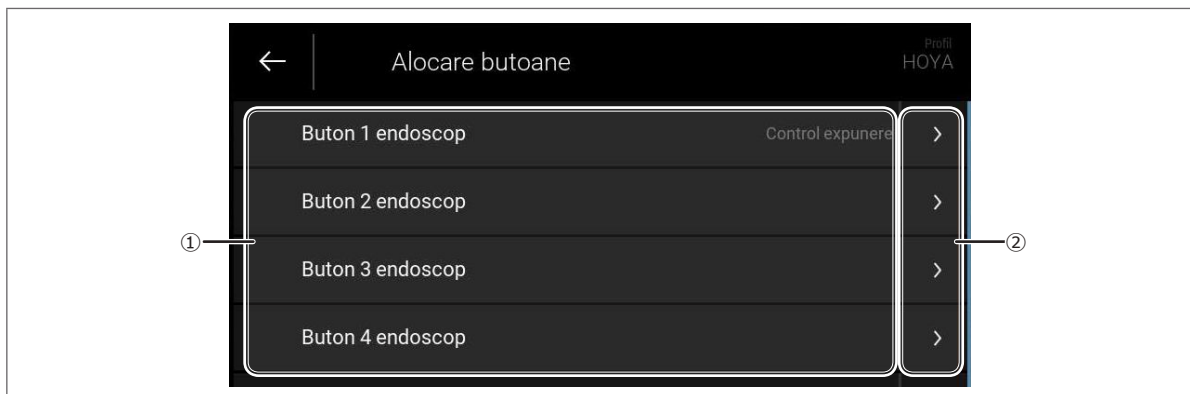

Figura 5.83
- În lista de butoane afișată în meniul de alocare a butoanelor (pag. 95, Figura 5.83), apăsați butonul de alocare a funcției de lângă butonul de telecomandă și/sau comutator cu pedală pentru care doriți să alocați o funcție.